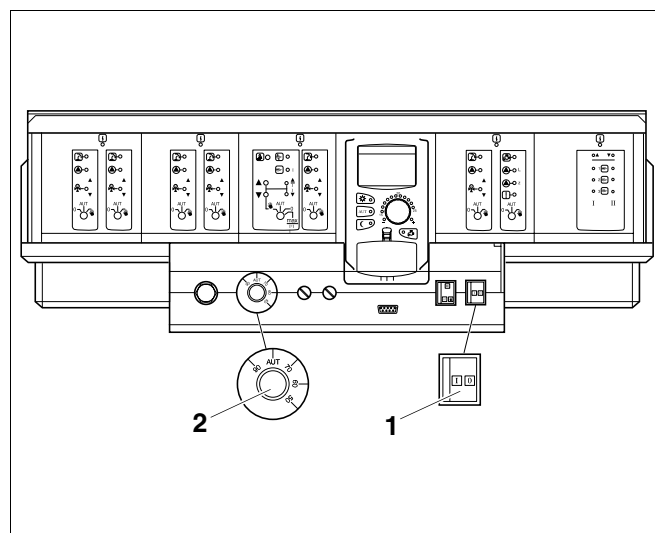

Fig. 5 Sistema de regulação Logamatic 4000
- Posicione o interruptor "Serviço" (Fig. 5, **Item 1**) de ambos os aparelhos de regulação na posição "I" (Lig).
Coloque o regulador de temperatura de água da caldeira (Fig. 5, **Item 2**) de ambos os aparelhos de regulação em "AUT" ou 80 °C.
- Caldeira dupla Logano G334 com regulação constante: Coloque o regulador de temperatura da água (Fig. 5, **Item 2**) de um bloco da caldeira para a temperatura pretendida (mín. 50 °C). Desta forma o bloco da caldeira 1 (caldeira mestra) está definido. Defina o regulador de temperatura de água (Fig. 5, **Item 2**) do outro bloco da caldeira (bloco 2) para aprox. 5 K abaixo do valor do bloco de caldeira 1.
- Posicione o interruptor "Serviço" (Fig. 5, **Item 1**, Página 9) de ambos os aparelhos de regulação na posição "0" (Desl.).
Se a caldeira estiver ligada a um sistema de tiragem adequado para a mesma (perguntar à empresa especializada!), esta também poderá ser operada com apenas um bloco de caldeira no modo de operação de Verão. Posicione o interruptor "Serviço" (Fig. 5, **Item 1**, Página 9) no bloco da caldeira na posição "0" (Desl.).